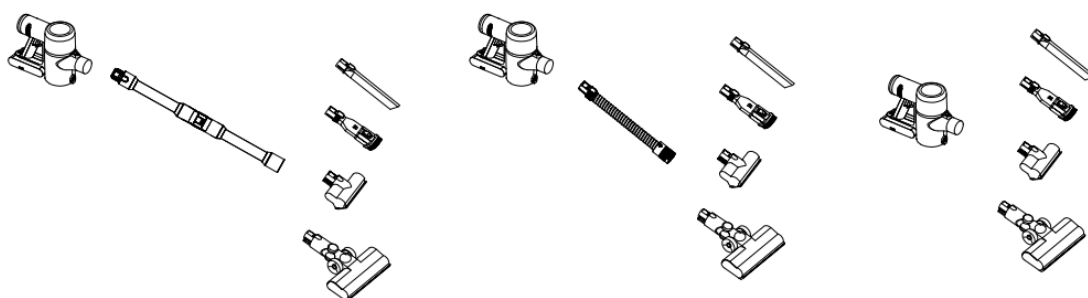

Figura 8
1. Selectați accesoriul adecvat în funcție de tipul de curățare, introduceți accesoriul necesar și asigurați-vă că este introdus corect (Figura 8).